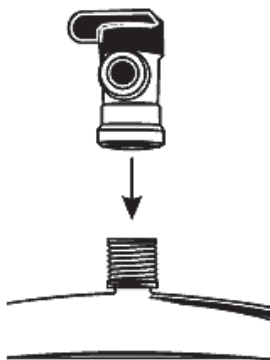

Рис. 12
2. Подсоедините шаровой кран бака к вершине накопительного бака (см. **рис. 12**). Во избежание повреждения крана не прилагайте больших усилий при его установке. Используйте гаечный или разводной ключ.